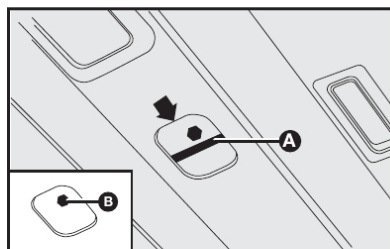

fig. 87
**1** - remover a tampa de proteção localizada no revestimento interno, entre os dois tetos, fazendo pressão com uma chave de fenda no ponto indicado pela seta **fig. 87**;
**2** - retirar a chave em "Z" **A-fig. 87**, pressionando-a para cima;
**3** - utilizar a chave introduzindo-a na sede sextavada **B-fig. 87** e girar: